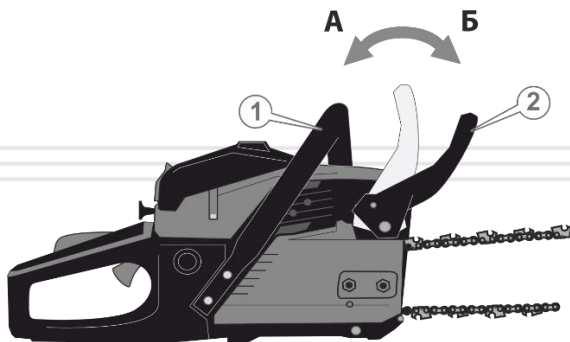

Рисунок 8. Схема роботи гальма ланцюга
1. Якщо гальмо ланцюга розблоковано – ланцюг може обертатися, то його важіль (2, рис.8) знаходиться у зведеному положенні (А, рис.8) – ближче до рукоятки (1, рис. 8).
2. Якщо гальмо ланцюга увімкнено – рух ланцюга зупинено, то важіль (2, рис.8) знаходиться в увімкненому положенні (Б, рис.8). У цьому положенні важеля Ви не зможете повернути ланцюг.